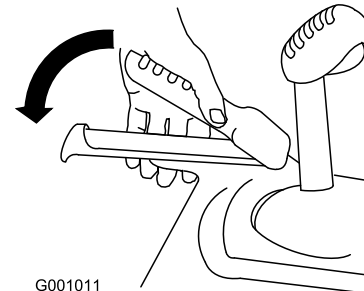

Figure 35
1. Pour engager la transmission aux roues, serrez le levier gauche (déplacement) contre la poignée (Figure 35).